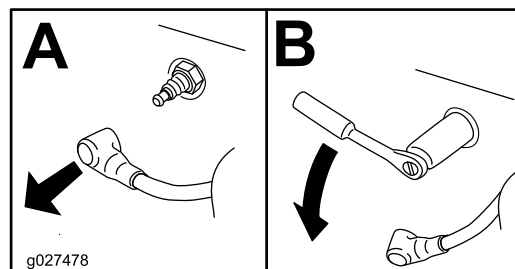

Рисунок 53
4. Снимите свечу зажигания (Рисунок 53).